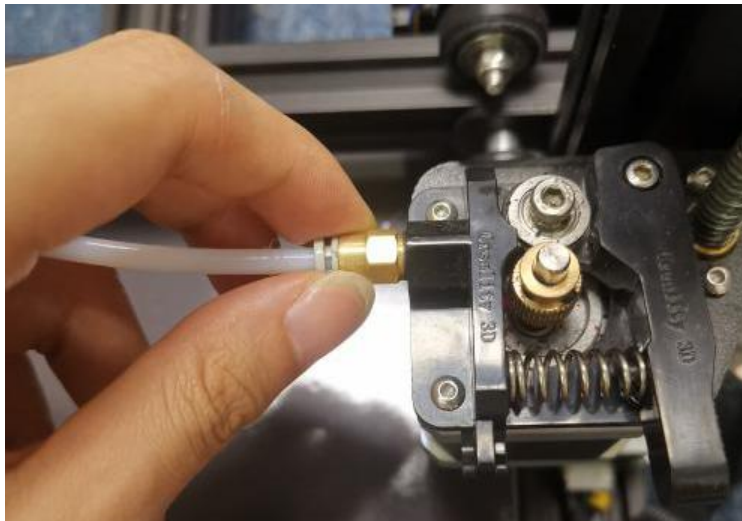

图 9
1) 拆下铁氟龙管与挤出机连接的气动接头如图 9 图 10 图 11 所示。